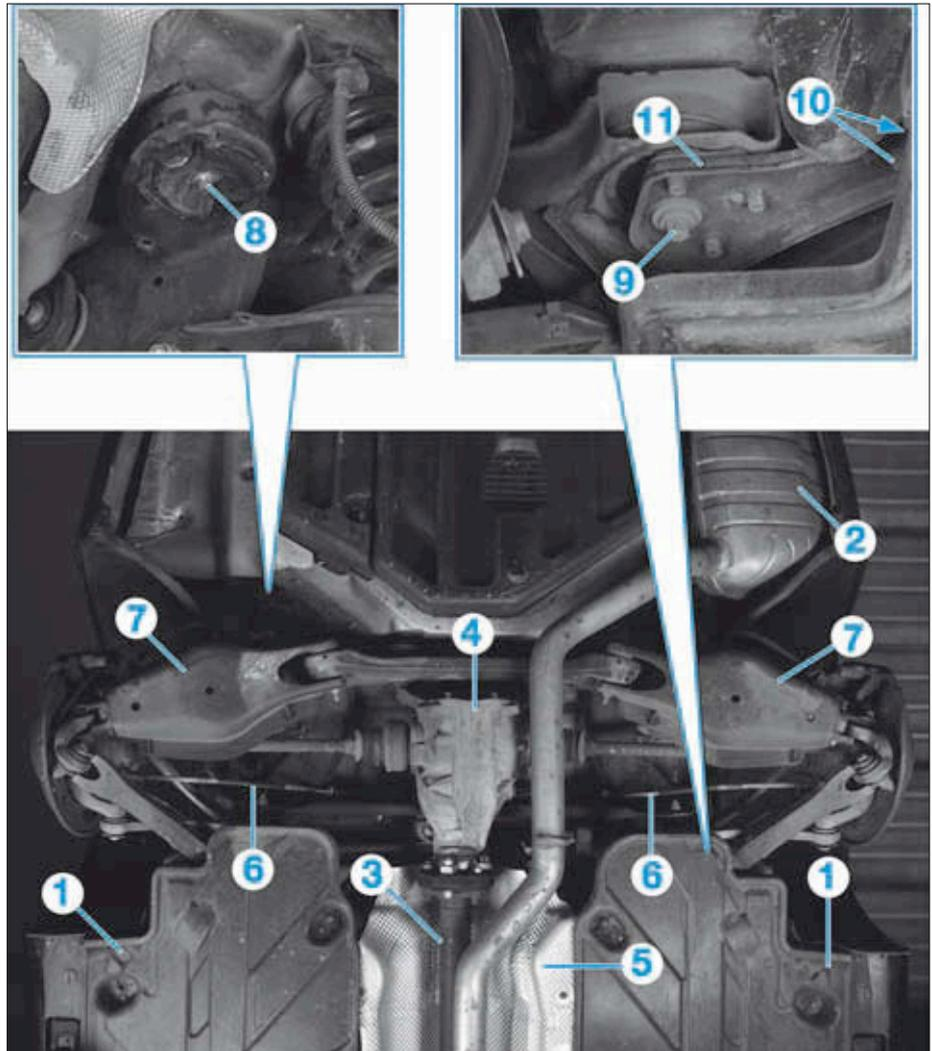

FIG.30
- De chaque côté, déposer la protection (1) (Fig.30).
- Déposer le silencieux d'échappement (2).
- Désaccoupler l'arbre de transmission longitudinal (3) du différentiel (4).